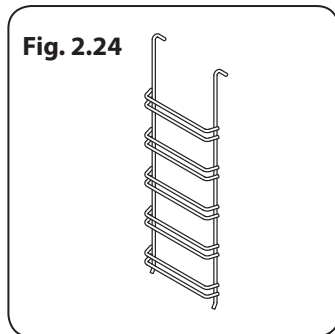

Fig. 2.24
- Quatre supports latéraux verticaux pour grilles (Fig. 2.24)